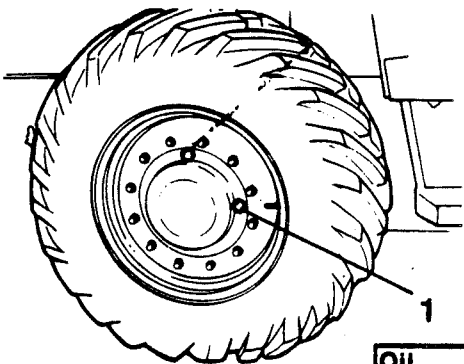

Abb. 34
- 4 Die Walze soweit verfahren, daß die Einfüllschraube in die aus Abb. 34 ersichtlichen Lage kommt.
- 5 2,5 Liter Öl des Typs D nach den Schmierstoffempfehlungen auf Seite 1 an der Einfüllschraube (1) einfüllen, bis der Ölstand zur Lochunterkante reicht.